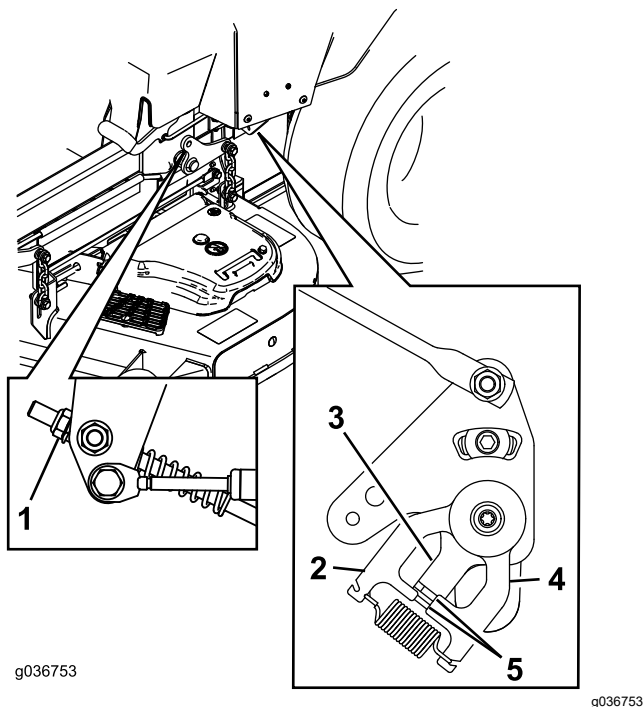

Figura 68
11. Reglați lungimile tijei de control a pompei prin rotirea piuliei în direcția corespunzătoare până când roile încep să se rotească ușor în marșier (Figura 67 și Figura 68).